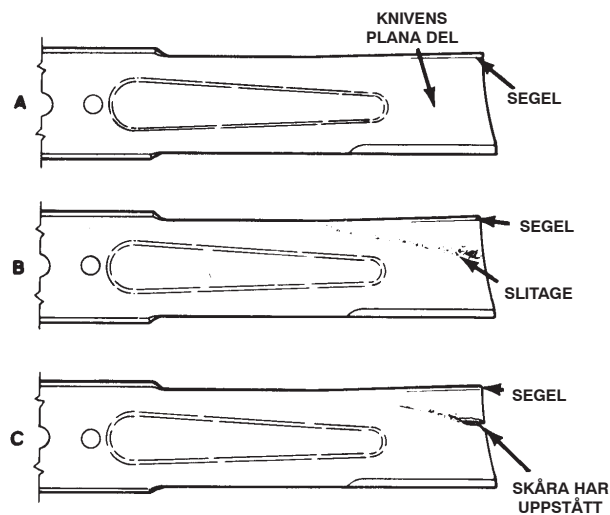

Fig. 27
2. Undersök knivens egggrar noggrant, i synnerhet där knivens flata och böjda del möts (fig. 27-A). Kontrollera kniven innan du använder gräsklipparen eftersom sand och slipande material kan slita bort metallen som förenar knivens flata och böjda delar. Om du upptäcker slitage (fig. 27-B) skall kniven bytas ut; se Demontera klippenhetskniven på sidan 21.
Om kniven tillåts att bli sliten, kommer ett spår att bildas mellan seglet och knivens plana del (fig. 27-C). Till slut kan en bit av kniven gå av och slungas ut från maskinen vilket allvarligt kan skada dig eller kringstående.